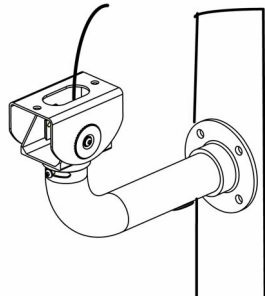
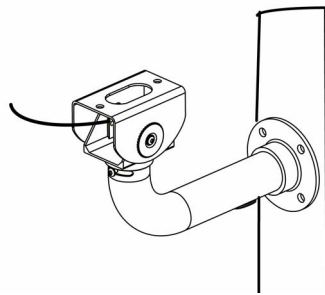

图 6.1 使用底部 NPT 接头接入电线
图 6.2 使用后部 NPT 接头接入电线
2. 将从墙壁引出的同轴电缆和电源线插入随附的 J 型底座，并留出足够的长度以穿过防护罩（如果使用底部接头，请参见第 13 页的图 6.1；如果使用后部接头，请参见第 13 页的图 6.2）。